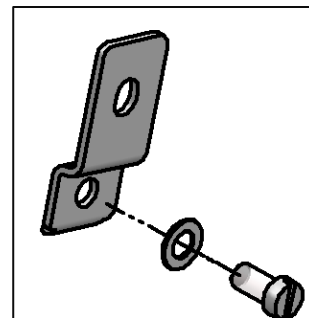

Fig. 5-2 Veggmonteringssett
- Bruk vårt veggmonteringssett* (Fig. 5-2) for å henge bedøvingsapparatet i en høyde på minst 1,6 m.